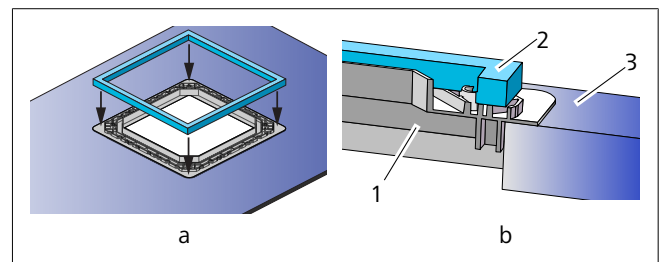

Bild 13 Montering av packningen på en adapterram (400 x 400 utskärning)
1. Dra av bakpappret och fäst packningen på adapterramen (400 x 400 utskärning). Se Bild 13-a och b.